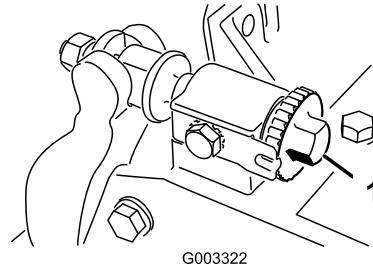

Figura 22
1. Allentate il contatto cilindro/controllama ruotando le manopole di regolazione della controllama (Figura 22) in senso antiorario finché non vi sarà più nessun contatto.